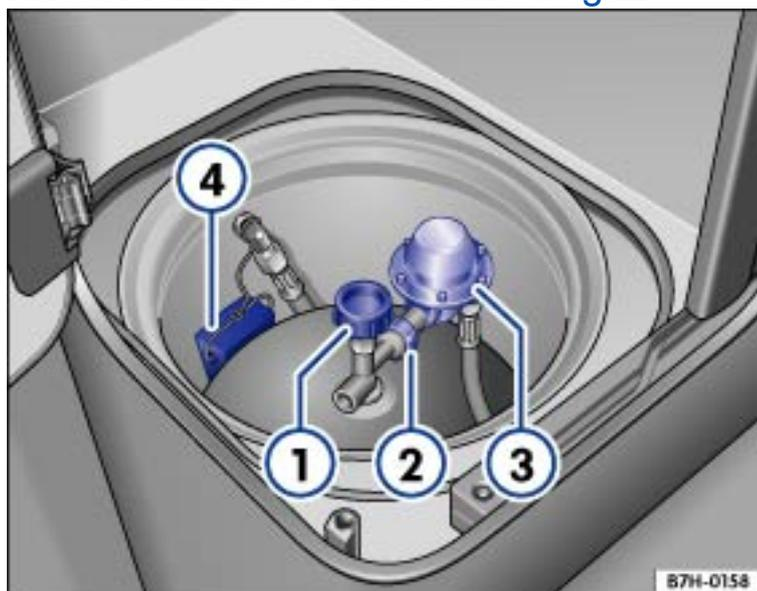

Fig. 59 Bouteille de gaz raccordée avec vanne de sécurité et détendeur
Légende de la ⇒ Fig. 59 :
- Assurez-vous que la vanne de sécurité de la bouteille de gaz → Fig. 59① est fermée pour éviter toute fuite involontaire de gaz lorsque vous la raccordez.
- Vérifiez que le tuyau souple de gaz est vissé correctement au détendeur ③ ainsi qu'au raccord relié à la conduite de gaz et que tous les autres raccords sont étanches.
- En orientant son extrémité mince vers le bas, insérez la cale ④ sur le côté, entre la bouteille de gaz et le coffre à gaz.
- Raccordez le détendeur à la vanne de sécurité de la bouteille de gaz en vissant l'écrou-raccord ② vers la gauche.
Assurez-vous que la vanne de sécurité de la bouteille de gaz ⇒ Fig. 59① est fermée pour éviter toute fuite involontaire de gaz lorsque vous dévissez l'écrou-raccord ②.